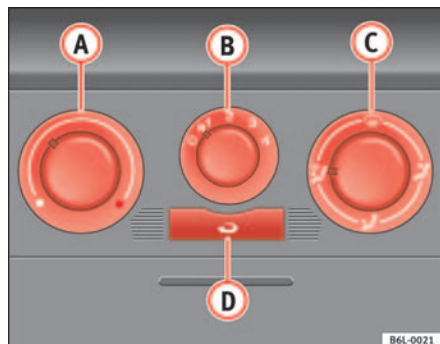

Fig. 83 Mandos de la calefacción en el tablero de instrumentos
- Con los reguladores ⇒ fig. 83 **A** y **C** y con el mando **B** se regula la temperatura, la distribución del aire y la velocidad de la turbina.